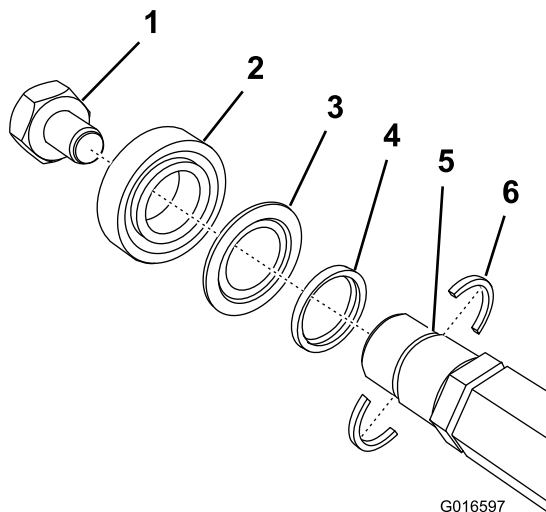

Рисунок 10
**Внимание:** Перед установкой подшипника на барабан убедитесь в том, что установлены 2 упора вала и проставка (Рисунок 10). Затяните гайки с кольцевыми вставками с моментом 136 Н•м.